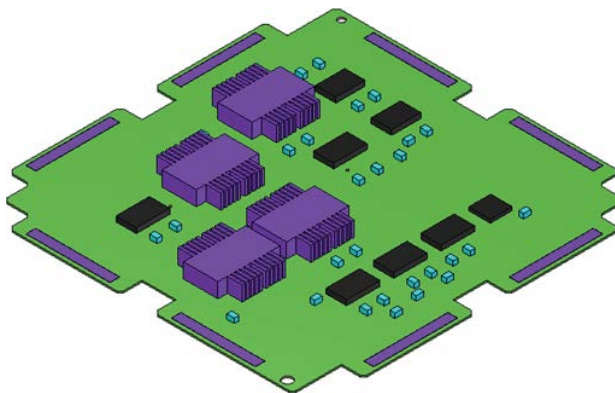

Рис. 2.11.30. Пример импортированной в Solid Edge сборки на печатной плате с автоматически созданными компонентами
4. При необходимости доработки модель сборки (возможно, с уже размещенными компонентами) снова экспортируется в формат IDF и затем импортируется в MCAD-систему (пример см. на рис. 2.11.30).